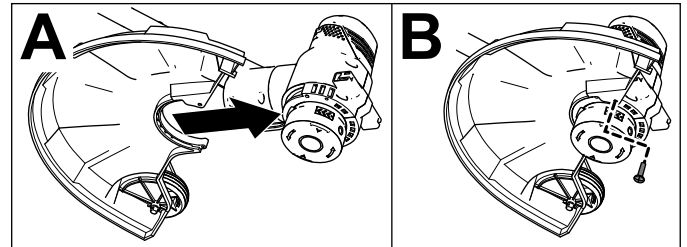

Bild 4
schieben Sie die Schutzvorrichtung auf das Unterteil des Freischneiders (A in Bild 4).
2. Befestigen Sie die Schutzvorrichtung mit den drei Kreuzschrauben am Unterteil des Freischneiders (B in Bild 4).